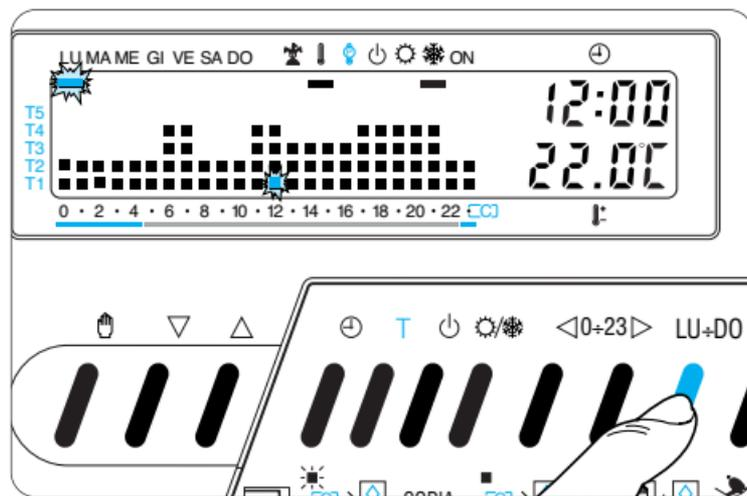

Fig. 34
**10.1** - Tramite il pulsante LU ÷ DO portare l'indicatore del giorno in posizione LU (Lunedì) (fig. 34).